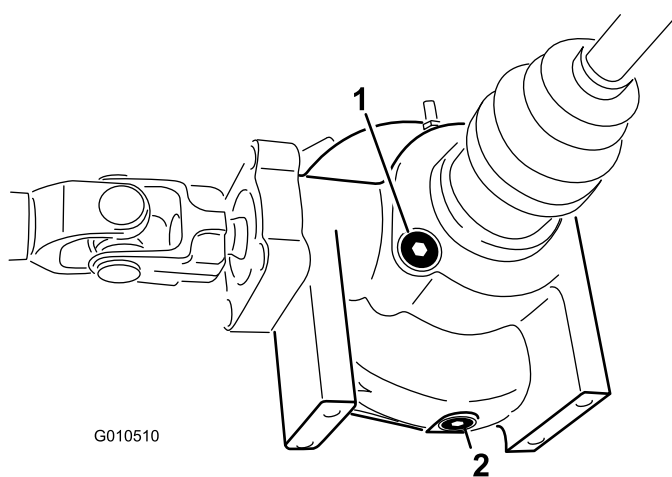

Bild 49
2. Reinigen Sie den Bereich um die Ablassschraube an der Seite des Differenzials (Bild 49). Stellen Sie eine Auffangwanne unter die Ablassschraube.